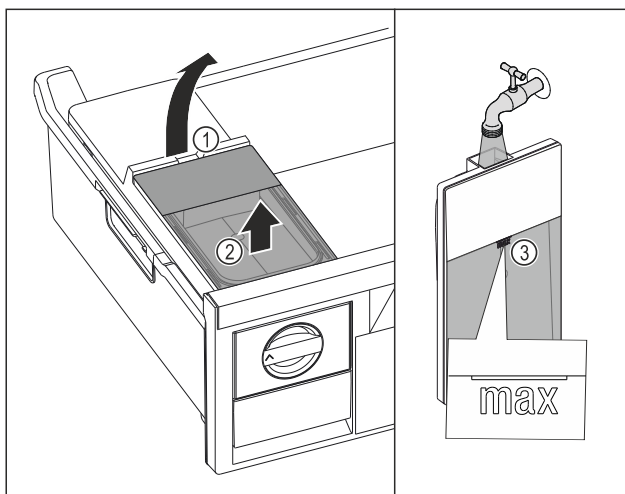

Fig. 110
- ▶ Wassertank an der Aussparung Fig. 110 (1) anheben.
- ▶ Wassertank nach oben entnehmen. Fig. 110 (2)
- ▶ Wassertank bis zur Markierung Fig. 110 (3) mit Trinkwasser befüllen.